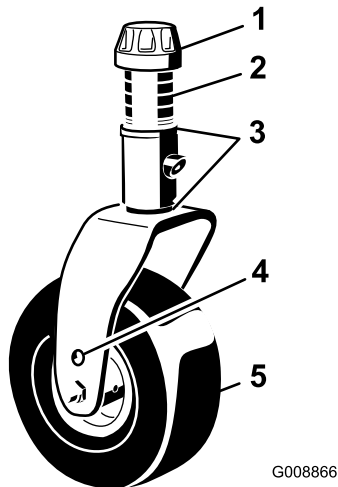

Figura 128
1. Retire el casquillo tensor del eje de la rueda giratoria y deslice el eje fuera del brazo de la rueda giratoria (Figura 128).
Retire el casquillo tensor y la horquilla (Figura 128).